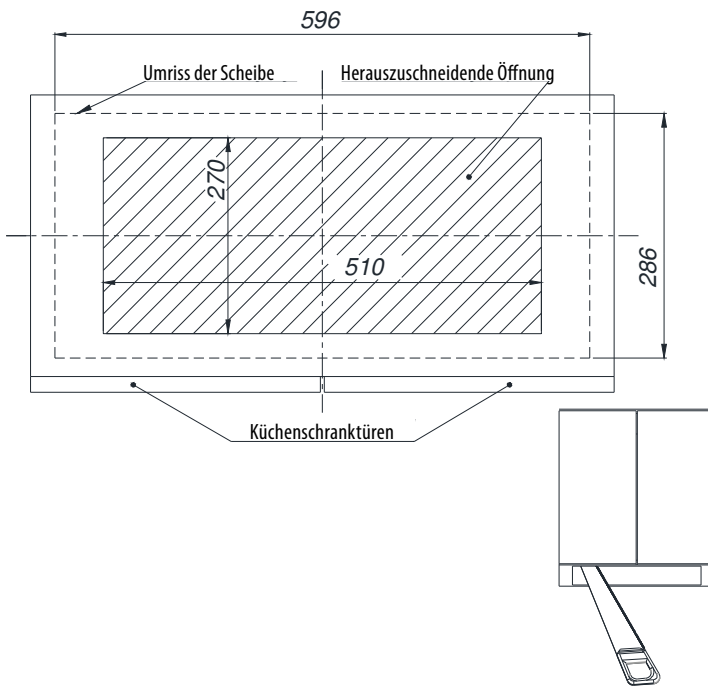

Abb. 4 Vorbereitung des Schrankes
Der Mindestabstand zwischen dem Bereich, auf dem sich Geschirr auf dem Kochgerät (Gas- oder Elektroherd) befindetet, und der untersten Kante der Dunstabzugshaube (Abb. 3) sollte bei Elektroherden mindestens 45 cm und bei Gasherden mindestens 65 cm betragen. Wenn in der Bedienungsanleitung des Heizgeräts ein größerer als der oben angegebene Installationsabstand für die Dunstabzugshaube vorgeschrieben ist, muss diese Anweisung beachtet werden. Die Montage der Abzugshaube wird auf den Abbildungen (Abb. 4 - Abb. 6) gezeigt. Während des Einbaus sind die allgemein gültigen Vorschriften für die Abführung von Luft aus Räumen zu beachten.
1. Bereiten Sie den Schrank für die Installation der Abzugshaube vor, indem Sie ein Loch in den Boden des Schrankes schneiden (Abb. 4).